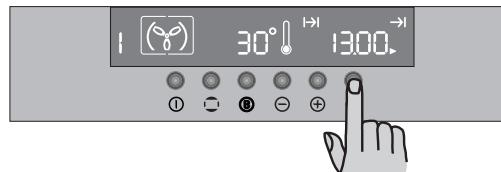

Рис. 14
- 2) Нажимайте клавишу до тех пор, пока не выберете функцию «окончание времени приготовления» → и пока не начнет мигать соответствующий символ. На дисплее панели управления появится время окончания приготовления (т.е. текущее время + время приготовления - Рис. 14).